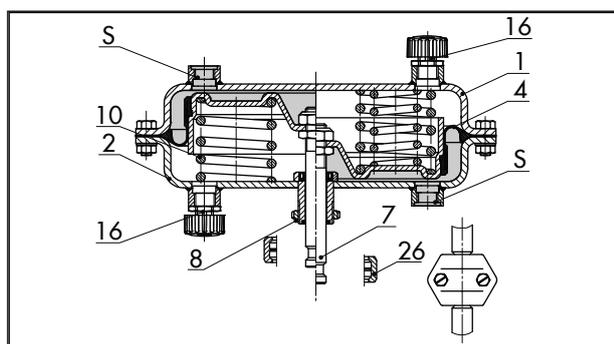

Рис. 7: Тип 3271 · правая половина с дополнительными пружинами
**Пояснение Рис. 7 по Рис. 14**